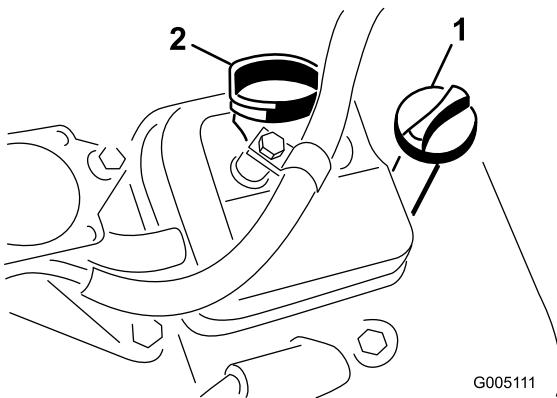

Figura 25
2. Svitate l'asta di livello e asciugatela con un panno pulito. Avviate l'asta di livello nel relativo tubo e assicuratevi che sia fissata saldamente (Figura 25).